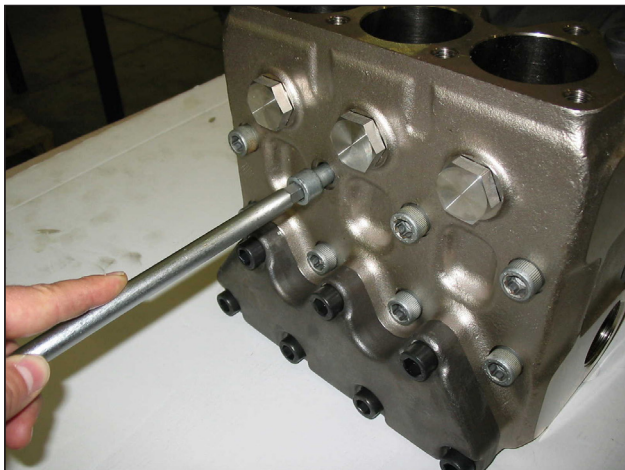

图 25
A) 如图 25所示, 拧下 M12x220 头部固定螺丝。